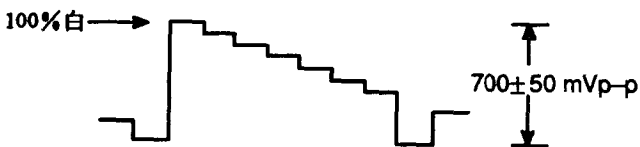
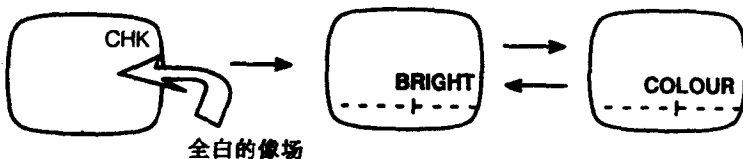
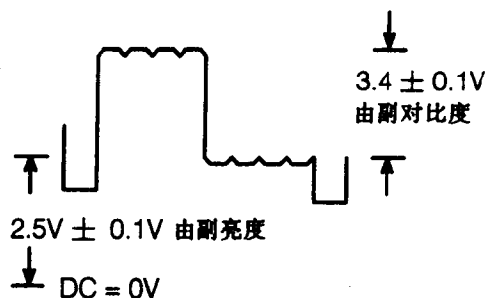

图 1.3.1
图 1.3.2
图 1.3.3
①当白色为 100% 峰值时，输入一个彩条信号。通过 A/V 连接，可以对图形发生器的视频输出电位进行调整，以得到正确的黑色到白色的振幅。
②确认在 TP15 (IC601 的管脚 52) 上的白色调幅波形的峰顶值是 $700 \pm 50\text{mV}_{\text{p-p}}$ ，如有必要，调整 R325 使达到这个电位，见图 1.3.1 所示。
③接收一个彩条图形。把一个示波器接在 Y—PCB 上的插头 Y32 的管脚 3 (在 CRT 的颈部) 和底板的地线上。
④把彩色、亮度和对比度调为正常。
⑤在 TPE7 和 TP10 之间接上一条短导线。注意，这样做自动亮度限制器便不起作用，因此，在这种情况下要避免高光束电流长时间运行。
⑥按下维修开关 (S1101)，然后把功能开关设在工厂模式 (副对比度、副亮度)，如图 1.3.2 所示。
⑦用副亮度控制钮调整亮度电位: $3.4 \pm 0.1\text{V}$ 。
⑧调整副亮度 (首先) 和副对比度 (其次)，使产生如图 1.3.3 所示的波形。
⑨使用功能钮 (S1103) 和音量 (升和降) 钮 (S111 和 S1110)。选择副彩色并调整它, 使出现如图 1.3.3 所示的波形。
⑩按下遥控器上的正常钮两次, 取消 “CHK” 模式, 摘下 TPE7 和 TP10 之间的导线。